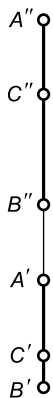

Рис. 8
2.9. Определить, принадлежит ли точка C отрезку AB (рис. 8).